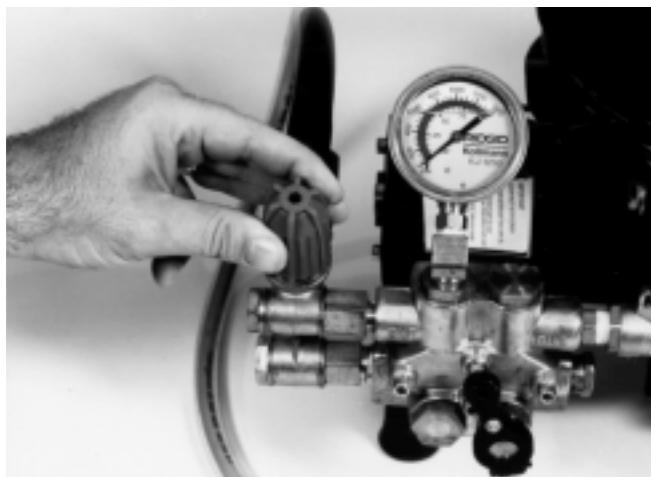

Figura 4 – Regulación de la válvula descargadora
1. Gire la válvula descargadora hacia la izquierda para reducir la presión del agua. Coloque el interruptor de la Limpadora en posición ON (encendida) y ajuste la válvula descargadora para que el manómetro indique un máximo de 1350 psi (zona verde), en el caso de las Limpadoras KJ-1350 y KJ-1350-2. A este nivel de presión, las Limpadoras KJ-1350 dotadas de 115Vc.a. toman aproximadamente 14 amperios (*Figura 4*).
2. En la KJ-1750, ajuste la válvula descargadora para que el manómetro indique 1750 psi (zona verde). A este nivel de presión, la Limpadora KJ-1750 dotada de 115Vc.a. toma aproximadamente 14 amperios (*Figura 4*)